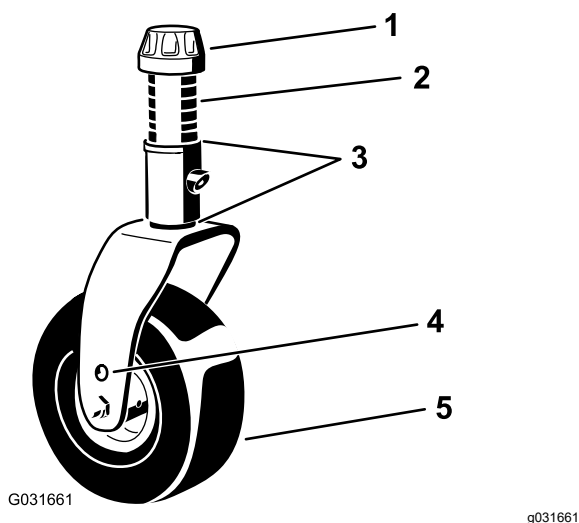

Figura 8
Posizionate gli assali delle ruote orientabili negli stessi fori di entrambe le forcelle. Fate riferimento a Figura 8 e Figura 9 per determinare i fori adeguati all'impostazione voluta.
1. Togliete il cappuccio di tensione dall'asse del perno (Figura 8) ed estraete il perno dal braccio della ruota orientabile. Montate i due spessori sull'asse del perno come erano montati in origine. Questi spessori servono per ottenere un livellamento sull'intera larghezza degli apparati di taglio.
2. Mettete il numero opportuno di distanziali sull'asse del perno, fino ad ottenere l'altezza di taglio richiesta (Figura 8).